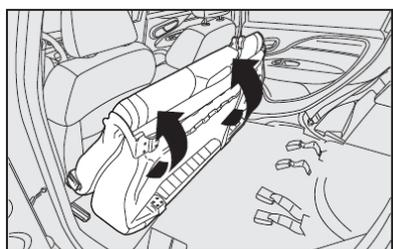

fig. 109
Em seguida, rebater o banco traseiro inteiro para a frente, conforme as setas, de maneira a obter uma única superfície de carga **fig. 109**.
O banco traseiro bipartido em algumas versões, **fig. 109**, permite ampliar apenas parte do porta-malas, tendo a opção de rebater o banco individual ou duplo.
1) Rebater para trás o banco traseiro completo no sentido inverso das setas **fig. 109**.